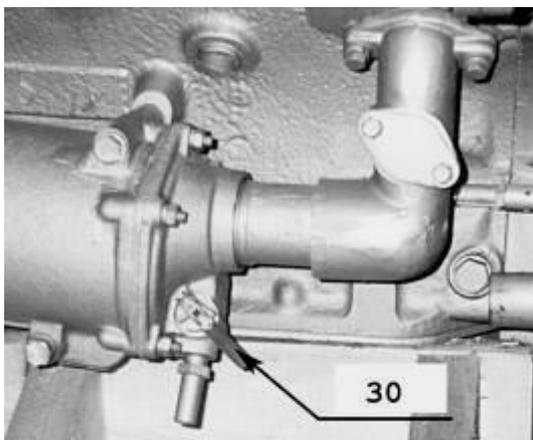

Рис. 11 Сливной кран
- Закрыть сливной кран (30) (рис. 11) на двигателе, нижнем патрубке радиатора и маслоохладителе;